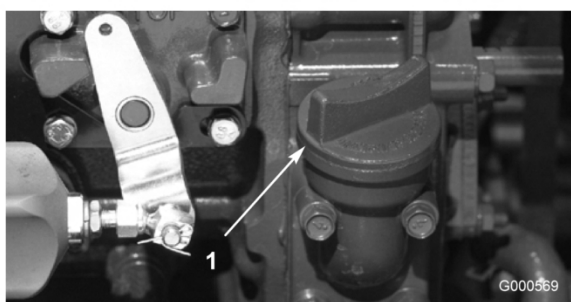

Figure 12
4. Si le niveau n'atteint pas le repère du plein, enlevez le bouchon de remplissage (Figure 12) et faites l'appoint jusqu'à ce que le niveau correct soit atteint. **Ne remplissez pas excessivement.**